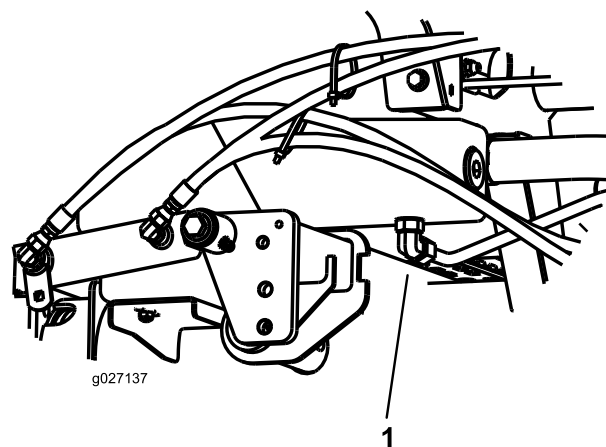

Figura 71
2. Collocate una bacinella di grandi dimensioni sotto il raccordo previsto sulla base del serbatoio del fluido idraulico (Figura 71).